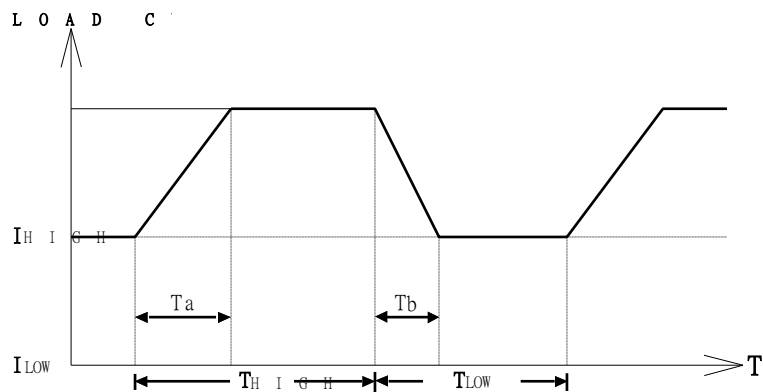

図4-4 立上り/立下りスルーレートによるダイナミック負荷電流
4.3.2.1 パルス発生器を搭載（図 4-4）
4.3.2.2 アナログプログラミング入力（図 4-4）